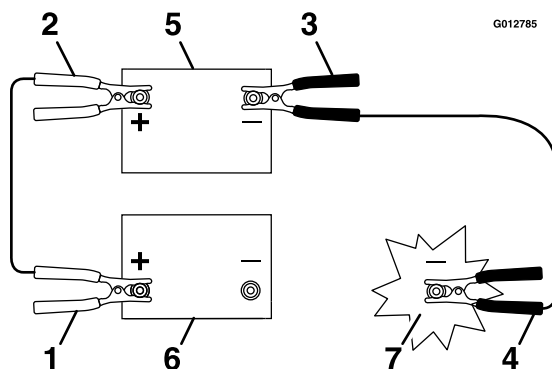

Figura 62
3. Conecte el cable positivo (+) al borne positivo (+) de la batería descargada que está conectado al motor de arranque o al solenoide, según se indica en Figura 62.